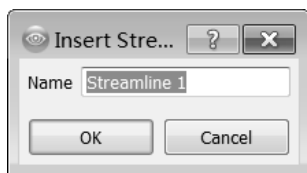

图 17-33 创建流迹线
Step2 在工具栏中单击  按钮,在弹出的如图 17-33 所示的对话框中保持名称默认,单击 OK 按钮。